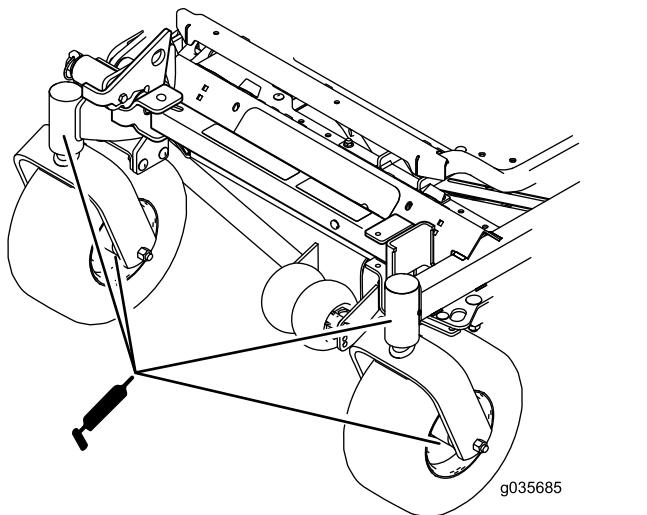

Figura 52
- Instale el tapón hexagonal y la tapa (Figura 52).